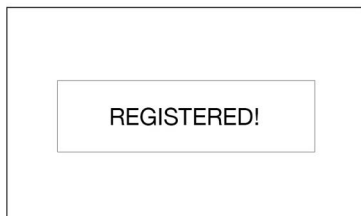

FIG. 17
5. När doseringsventilen med mätare har registrerats i Pulse Fluid Management-programmet visas REGISTERED (FIG. 17). Därefter visas skärmen UTILITY MENU.